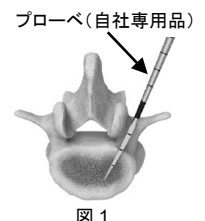

図 1
1) スクリューホールを作製する。(図 1)
皮切部からガイドワイヤーに沿って、ダイレーターをその位置を確認しながら挿入する(図1)。なお、ガイドワイヤーを使用している間は、ガイドワイヤーの過度の前方移動を防ぐ目的で、適宜、側方からのX線透視法を用いて、その位置を確認すること。